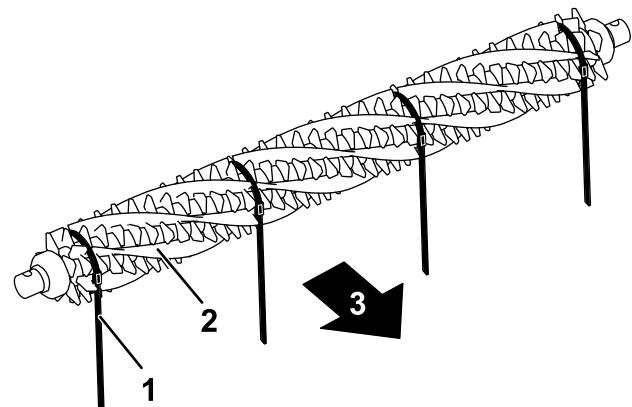

図 16
3. グルーマリールの一方の側からブラシを差し入れ、グルーマリールの各溝にブラシが入るようにセットする図 16。
重要ストラップは、主に利用する回転方向に合わせて巻き付けてください。図 16 は、主に前転で使用する場合の巻き付け方向です。